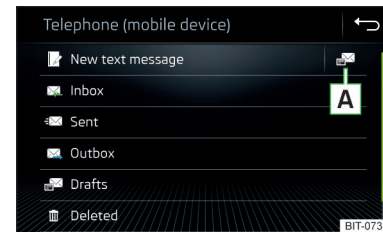

Abb. 198
- › Im Hauptmenü *Telefon* die Funktionsfläche  antippen, es wird das Hauptmenü für Textmitteilungen angezeigt » Abb. 198.
- » **Abb. 198 auf Seite 175.**